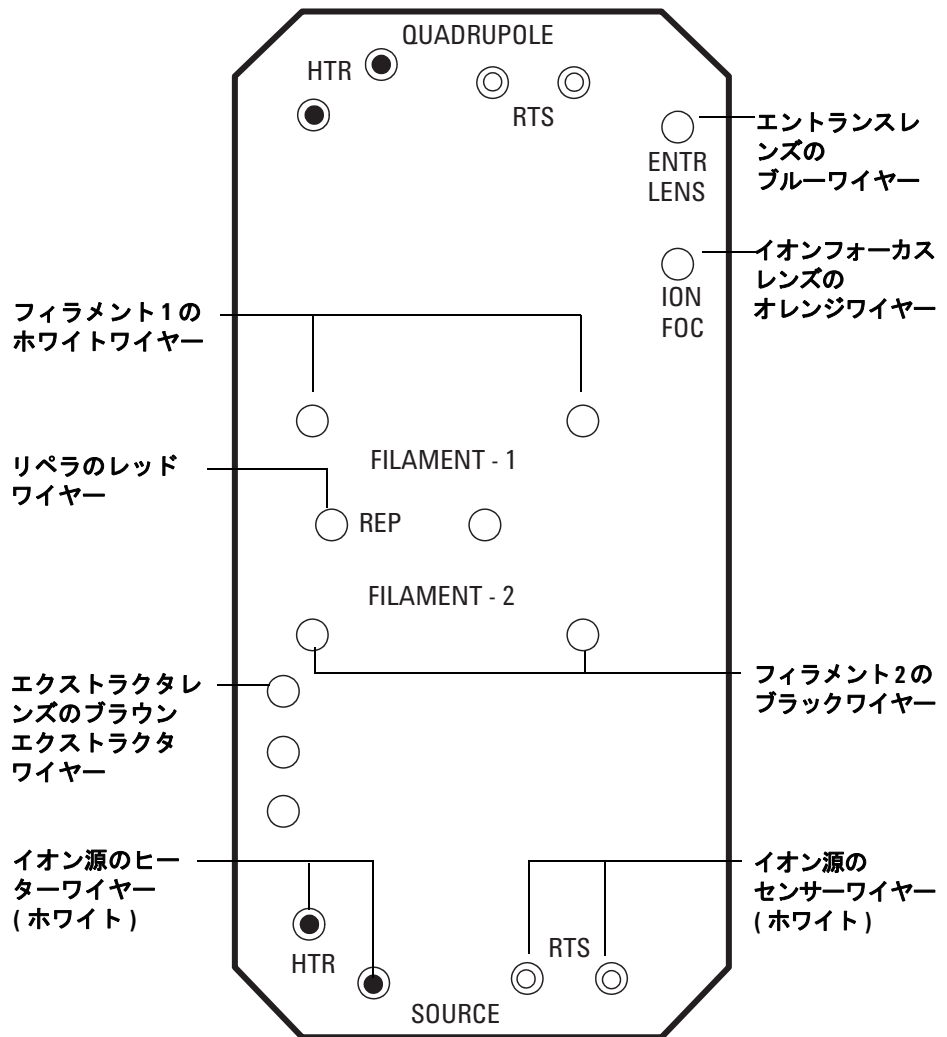
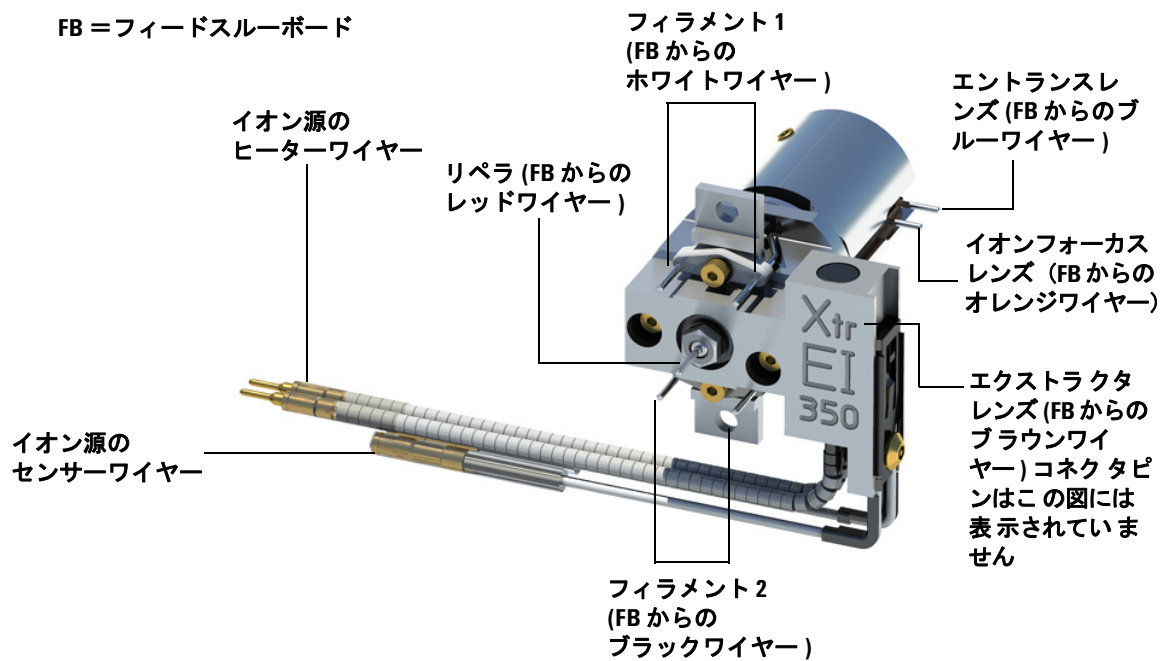

図 29 フィードスルーボード配線
図 30 イオン源の配線
- 3 166 ページ図 30 で示されているように、イオン源のケーブルを接続します。
164 ページ表 22 に従って、フロントアナライザの内部配線をピンに接続します。配線は表 22、および 165 ページ図 29 と 166 ページ図 30 で説明されています。表の用語「ボード」はイオン源の隣にあるフィードスルーボードのことです。
- 4 (エクストラクタイオン源を除去する場合は、フィードスルーボードから茶色のエクストラクタ配線を取り外し、それを EI エクストラクタ搭載イオン源といっしょに保管してください)。166 ページ図 30 を参照してください。